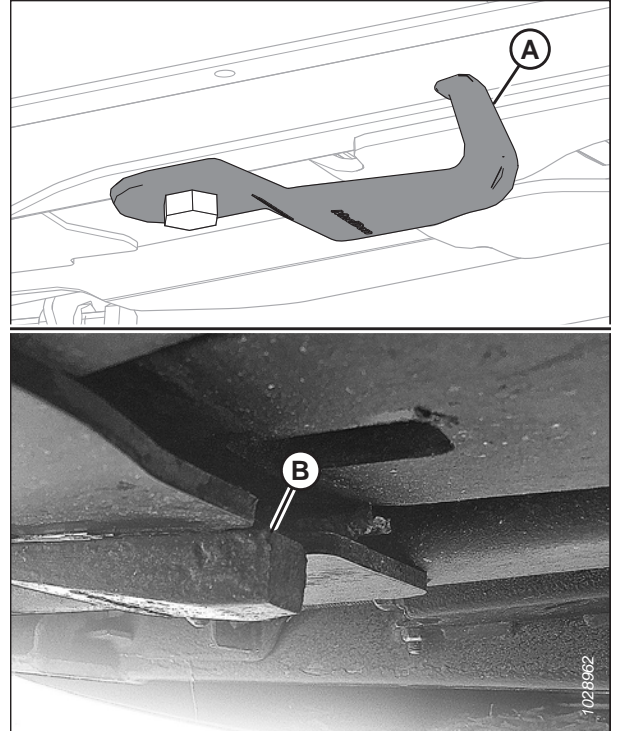

Figure 4.230: Crochets du support de bielle
La figure 4.230, page 653 montre un crochet du support de bielle non endommagé (A) et un autre endommagé (B). Un crochet de support de bielle étiré n'est pas illustré.